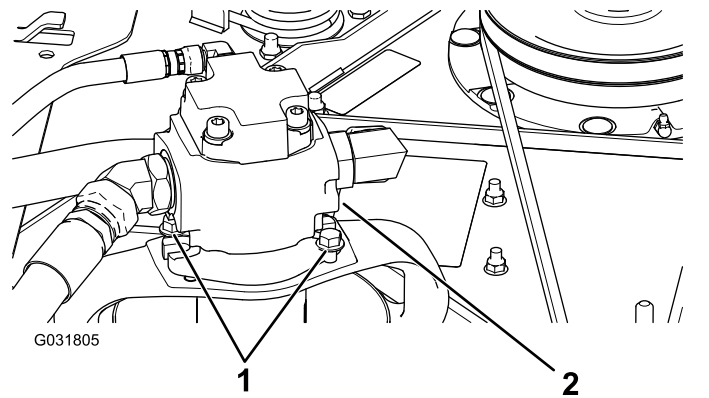

Bild 127
- Entfernen Sie die Schrauben, mit denen der Hydraulikmotor am Mähwerk befestigt ist (Bild 127).
3. Entfernen Sie die Schrauben, mit denen der Hydraulikmotor am Mähwerk befestigt ist (Bild 127).